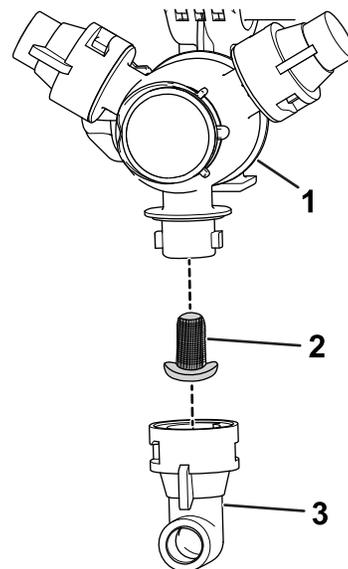

Figura 100
2. Retire la boquilla de la torreta de fumigación (Figura 100).
3. Retire el filtro de boquilla usado (Figura 100).
4. Instale el filtro de boquilla nuevo (Figura 100).
5. Instale la boquilla en la torreta de fumigación (Figura 100).